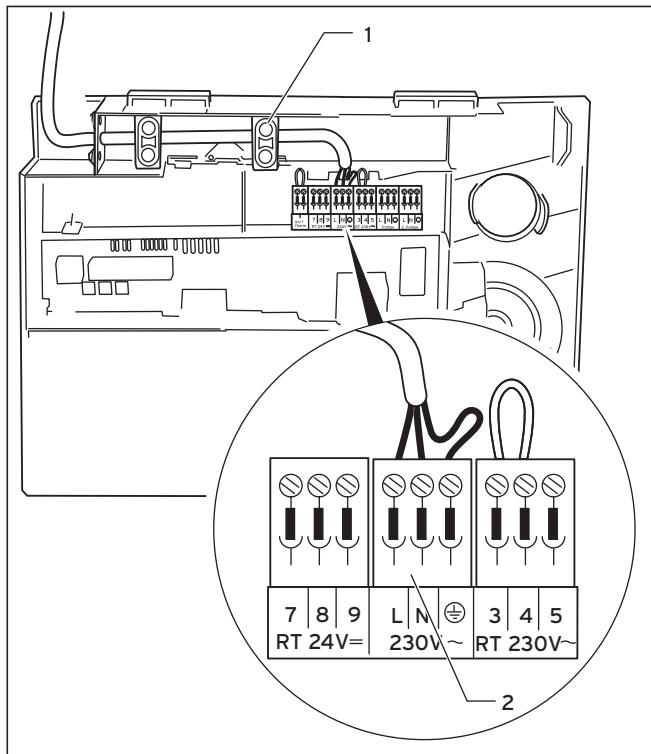

Fig. 5.6 Raccordement du câble secteur
- Bloquez tous les câbles à l'aide des décharges de traction (**1**, fig. 5.6).
- Posez le câble secteur au niveau du raccord du boîtier de commande, comme illustré sur la Figure 5.6.
- Bloquez les câbles avec le serre-câble (1).
- Enfichez le câble secteur au niveau des bornes prévues à cet effet (2), N et L du système ProE (2).
- Bloquez tous les câbles à l'aide de la décharge de traction (1, fig. 5.6).